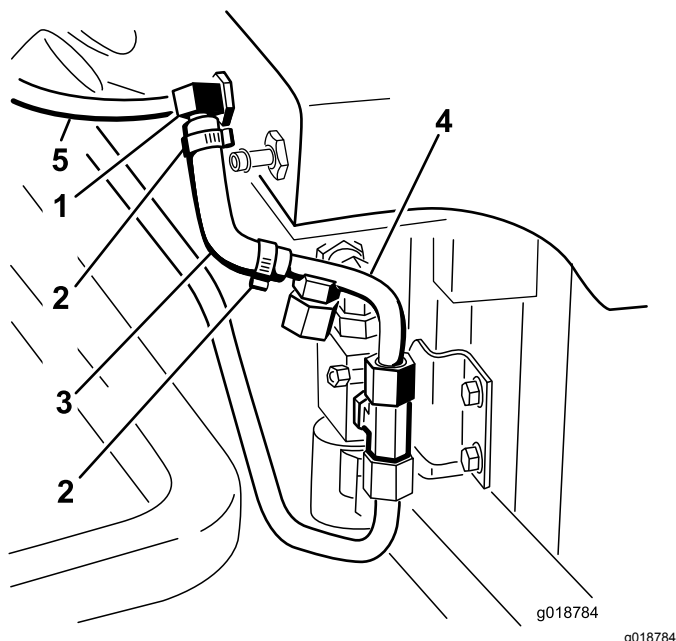

Figure 32
11. Glissez les 2 petits colliers sur le petit flexible hydraulique moulé (Figure 32).
12. Raccordez le côté long du flexible moulé au raccord en T à 90° dans le réservoir hydraulique (Figure 32).
13. Raccordez le côté court du flexible moulé au bout cannelé de la conduite hydraulique n° 4 (Figure 32).
15. Montez la conduite hydraulique (flexible) n° 5 sur le petit raccord en T à 90 degrés (Figure 32) sans la serrer.